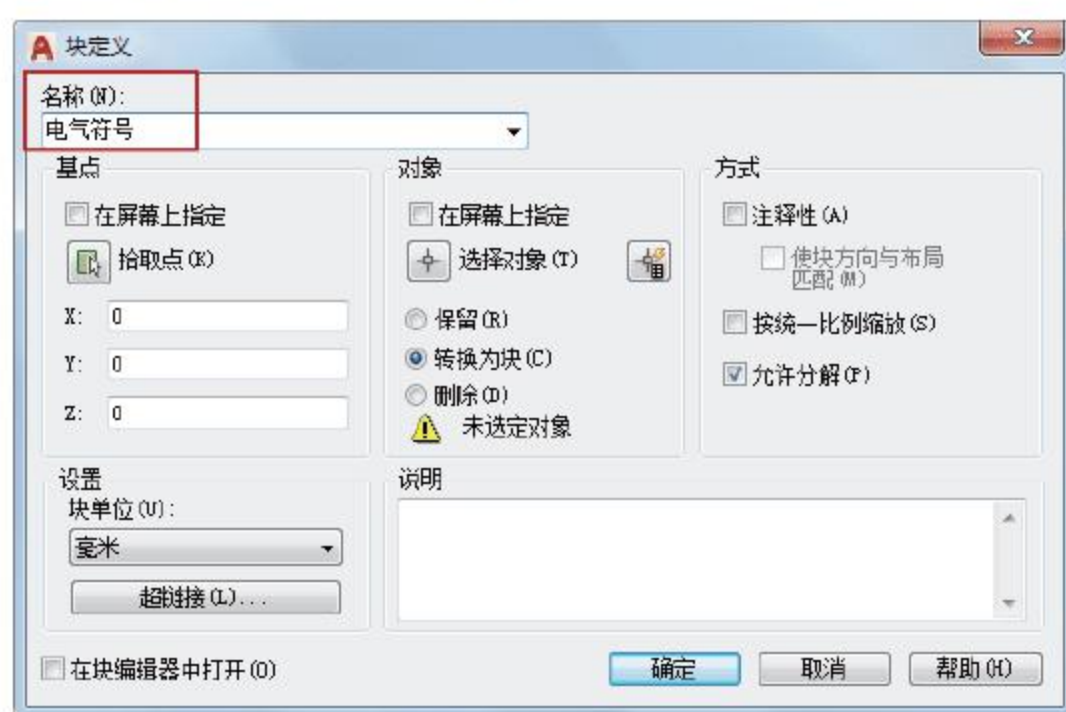

图7-6 【块定义】对话框
**02** 在【插入】选项卡中，单击【块定义】面板中的【创建块】按钮, 弹出【块定义】对话框，在【名称】下拉列表框中输入【电气符号】，如图7-6所示。